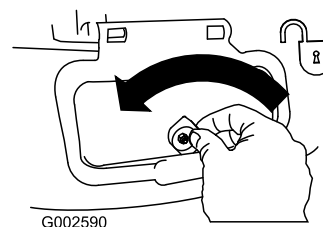

Bild 29
1. Entriegeln Sie die Seitenauswurfklappe (Bild 29).